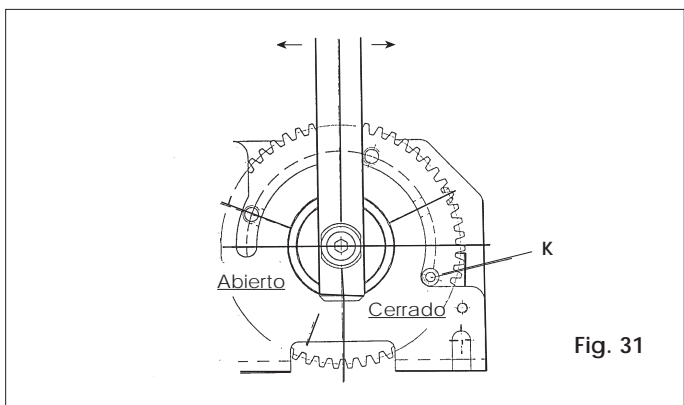

Fig. 31
- 4) Tensar o destensar el muelle girando el brazo en la correspondiente dirección e introducir el tornillo en el orificio de posición K (fig. 31).